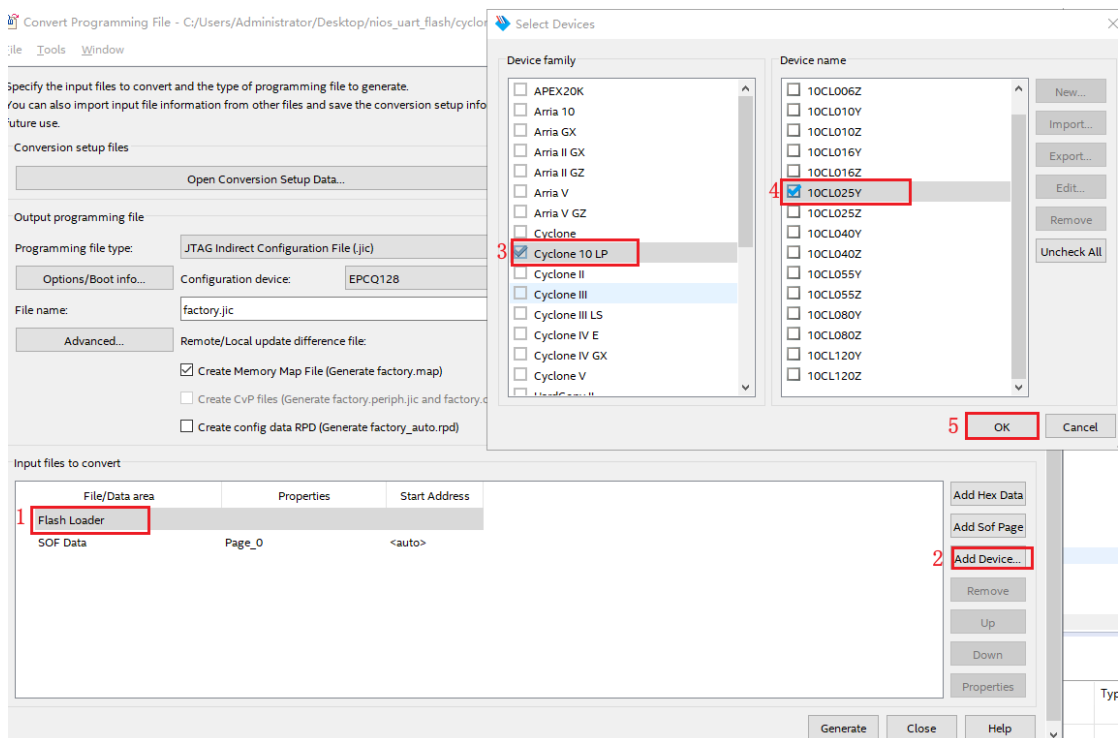

图 1-3 配置 Flash Loader
(1) 依次点击 Flash Loader->Add Device->Cyclone 10 LP->10CL025Y, 如下图 1-3 所示。